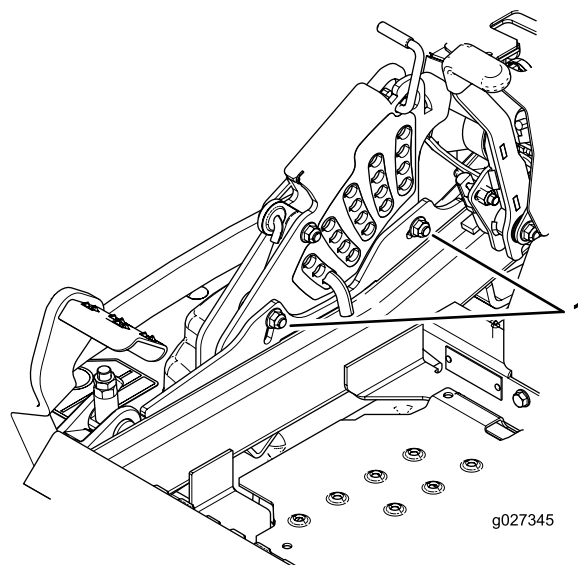

Figura 88
11. Per agire sull'impianto di regolazione da un punto unico, allentate i due bulloni alla base della piastra dell'altezza di taglio. Vedere Figura 88.
13. Serrate i due bulloni alla base della piastra dell'altezza di taglio (Figura 88). Serrate a 37-45 N m.